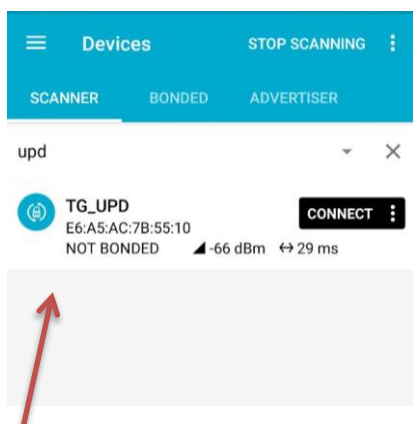

Рисунок 13 – Устройство TG_UPD
- После чего необходимо открыть приложение nRF Connect. Появится новое устройство (рисунок 13);
- Осуществите подключение к устройству TG_UPD, нажав кнопку Connect (рис. 13).